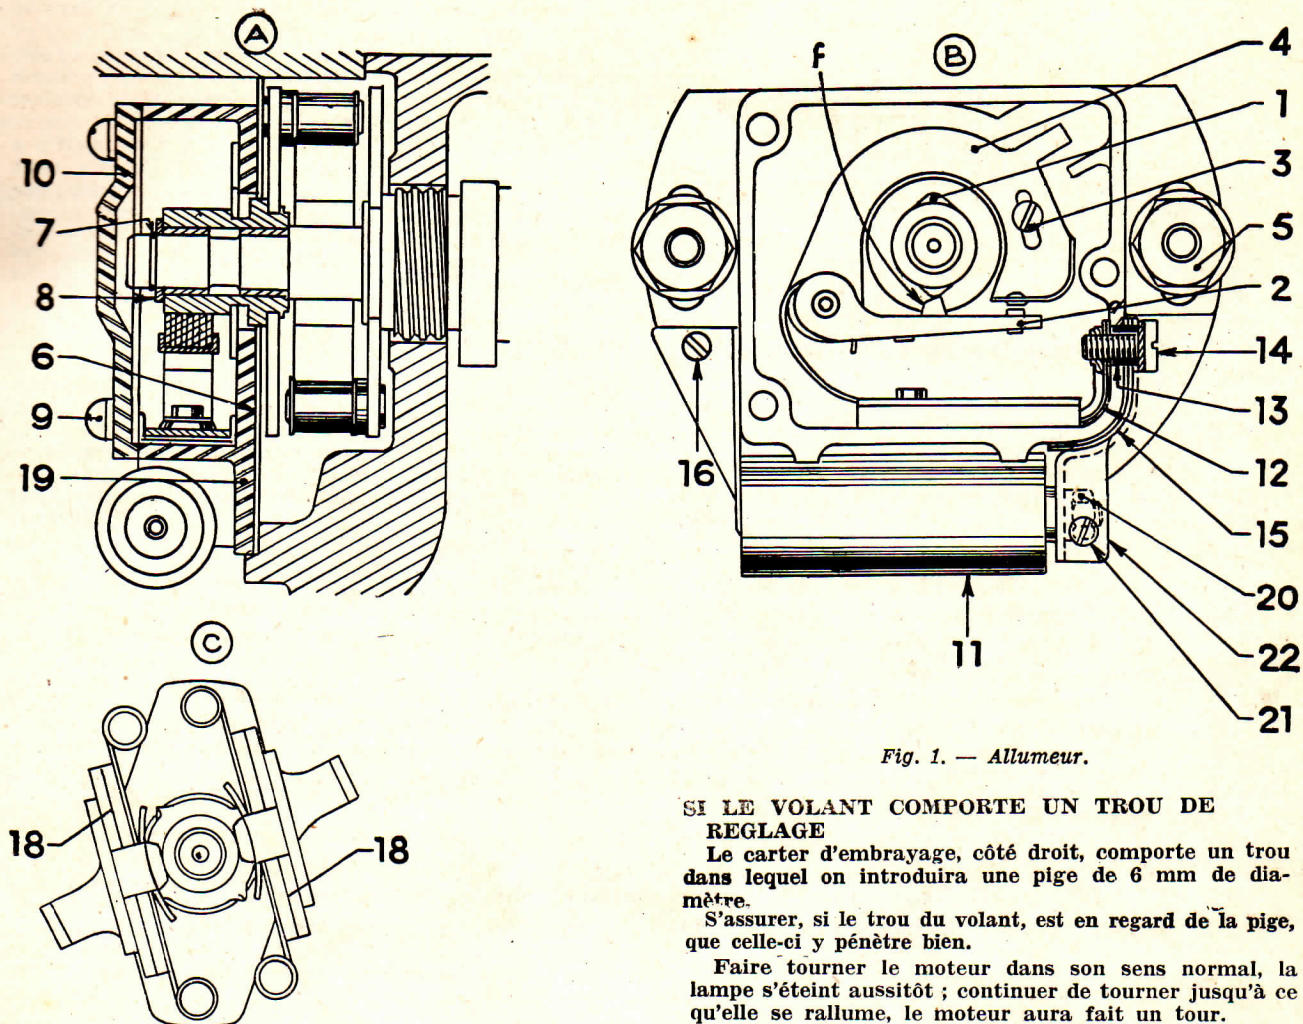

Fig. 1. — Allumeur.
1° SI LE VOLANT N'EST PAS PERCE (fig. 1) :
Réglage des contacts (fig. 1)
Mettre en place la came (1) avec ses masses (voir fig. 1 pour orientation des masses) sur le bout d'arbre
Contrôle de l'avance centrifuge (fig. 1)